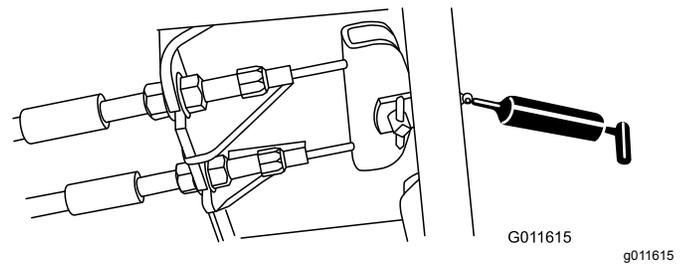

Рисунок 79
- Педаль тормоза (1 шт.) (Рисунок 79)